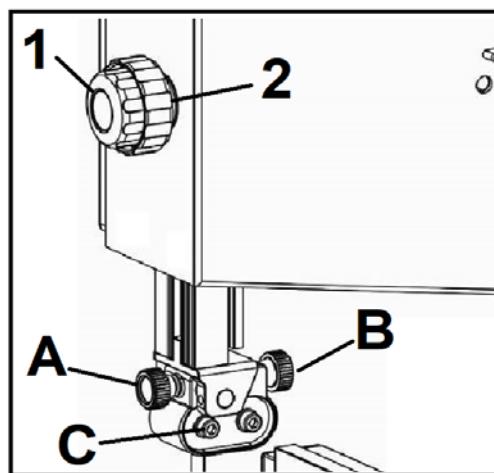

Рисунок 15
Установите верхнюю направляющую пильной ленты с помощью ручки регулировки (2, Рис. 15) на желаемую высоту, ослабив фиксирующую ручку (1, Рис. 15). После регулировки снова затяните фиксирующую ручку.
- Ослабьте ручку (A) и отрегулируйте подшипниковый узел так, чтобы боковые подшипники располагались на расстоянии 1-2 мм от впадины зуба полотна (изогнутая область в основании зуба). Снова затяните ручку (A, Рис. 15).
- Ослабьте ручку (B, Рис. 15) и установите упорный подшипник в положение 0,4 мм от задней кромки ленты. Снова затяните ручку (B).
- Ослабьте болт (C, Рис. 15) и отрегулируйте боковые направляющие подшипники в положение 0,1-0,2 мм от ленты. Снова затяните болт (C).